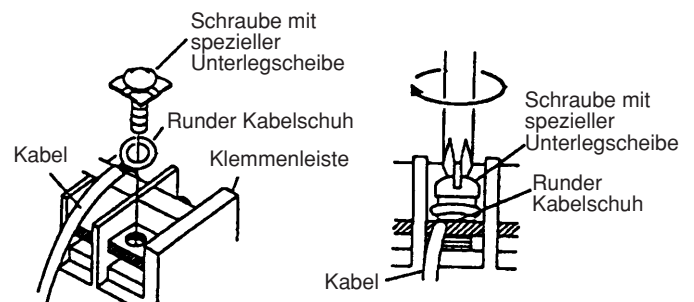

Abb. 3-4
- (4) Den runden Kabelschuh auf die Klemmenleiste legen, die Befestigungsschraube einsetzen und mit dem Schraubendreher festziehen. (Abb. 3-4)